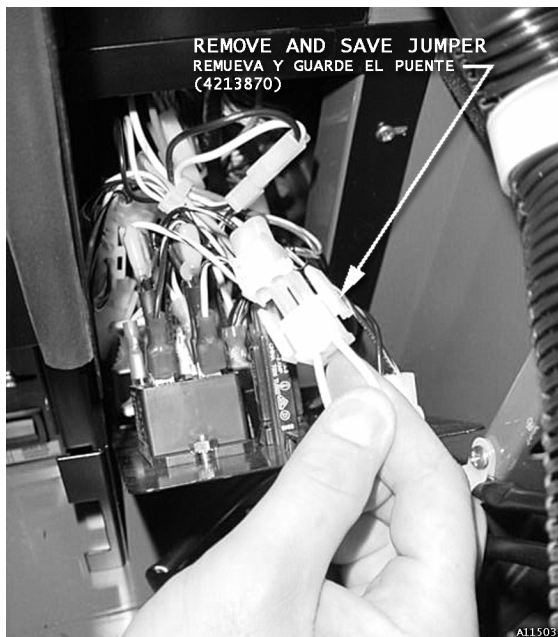

Figura 16. Puente
2. Localice y remueva el puente. Ver Figura 16.